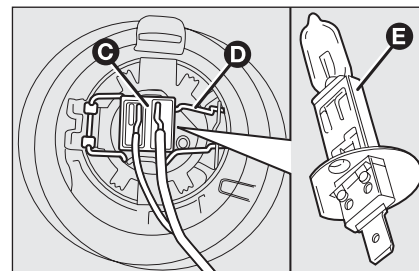

fig. 26
- ☐ desenchufe el conector eléctrico **C**-fig. 26;